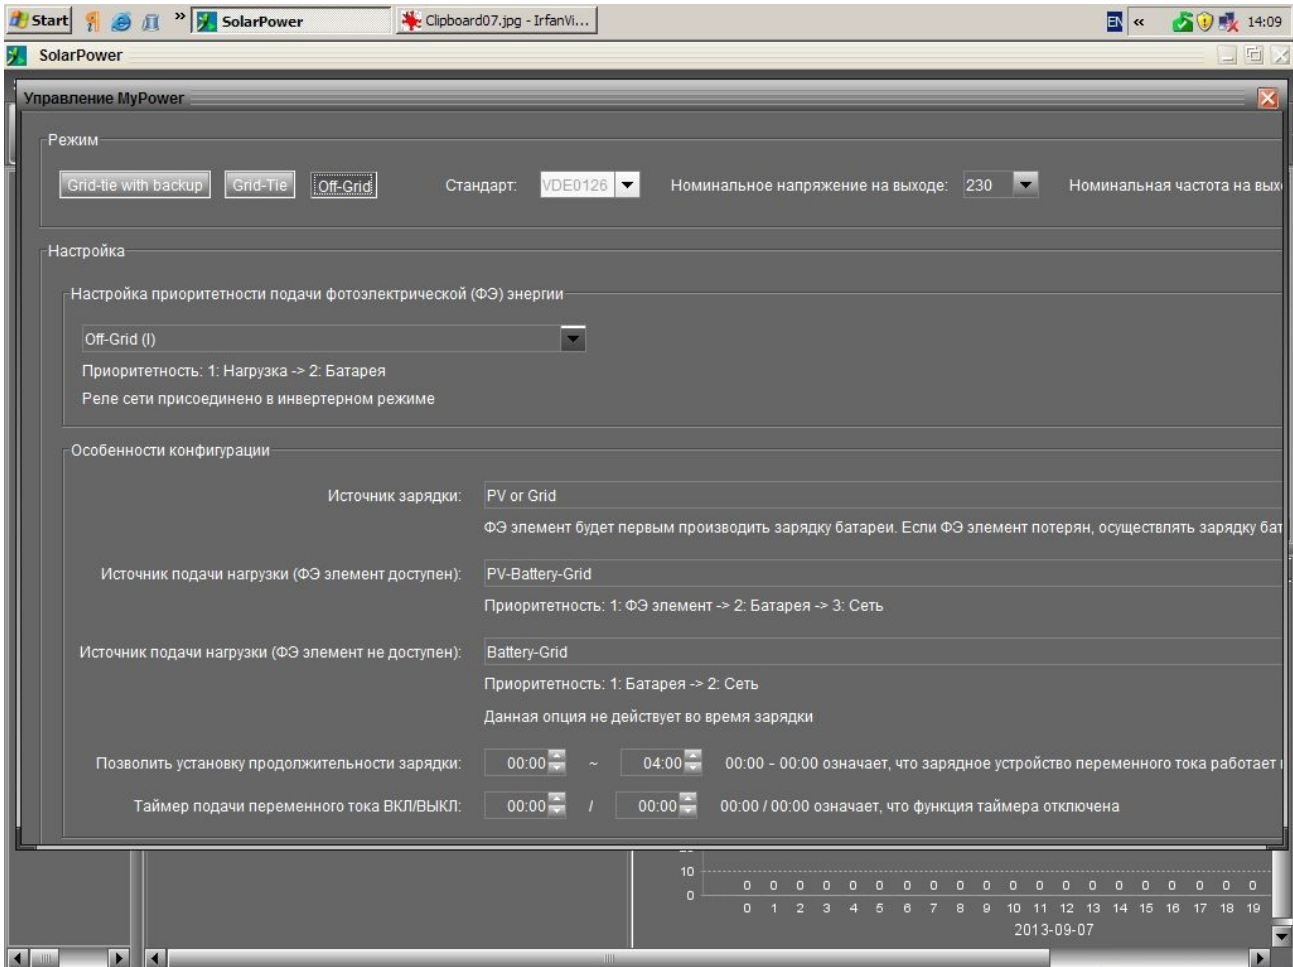

Рис. 11-6. Режим Off-grid (I)
- **Off-grid (I)** (см. рис. 11-6)